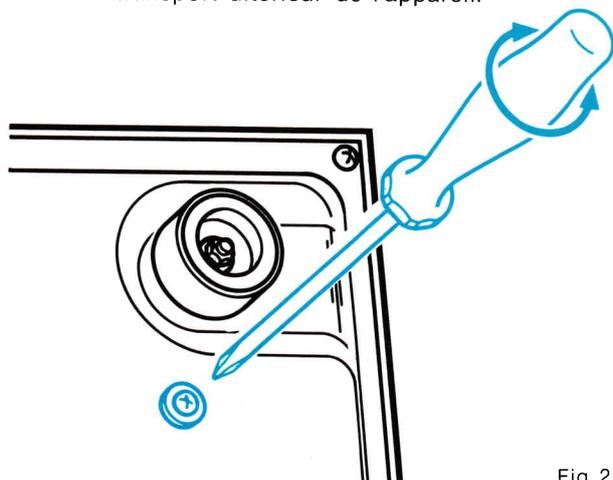

Fig. 2
- Retirer la vis de blocage du bras de lecture (Fig. 2).